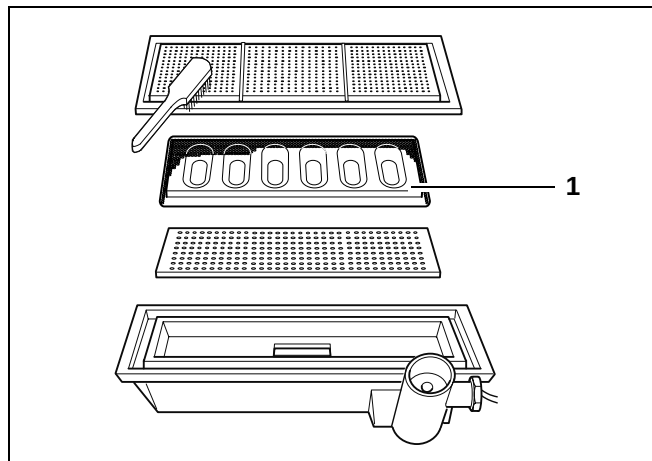

Abb. 34 Brenner reinigen
- Brenner mit einer **weichen** Bürste und Druckluft reinigen (Abb. 34).
Die Lochplatte (Abb. 34, Pos. 1) befindet sich nur im Logamax plus GB112-24 und GB112-24T25.